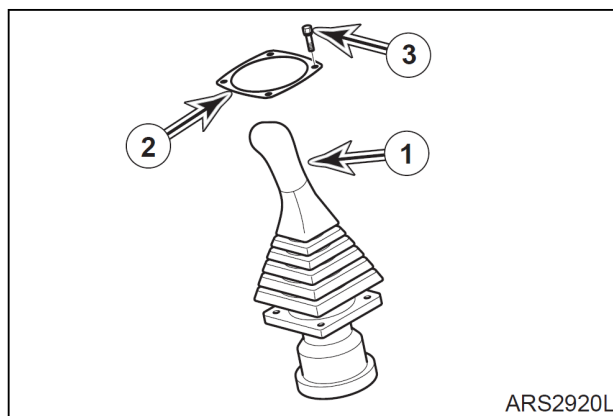

Рис. 7
19. Снять четыре болта (3, рис. 7) и крышку (2), вытащить правый клапан дистанционного управления (1).